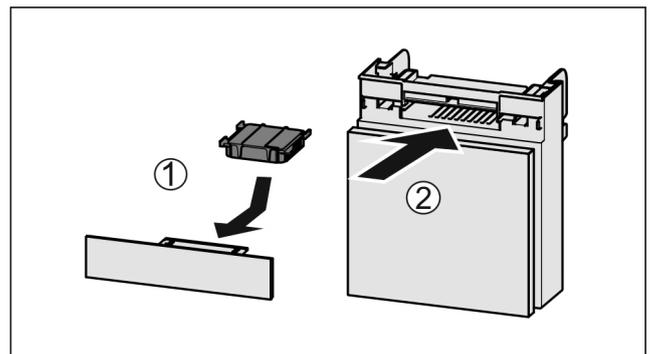

Fig. 135
- ▶ Vložte aktívny uhlíkový filter podľa obrázka Fig. 135 (1).
- ▶ Zasuňte zásuvku Fig. 135 (2).